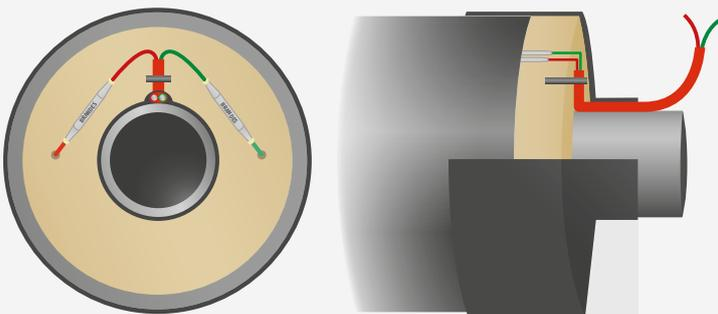

Abb. 2
I. d. R. wird das BS-SL2 Kabel zwischen dem PE-Mantelrohr und der Endkappe herausgeführt (*Abb. 1*), kann aber auch zwischen der Endkappe und dem Mediumrohr (*Abb. 2*) herausgeführt werden.